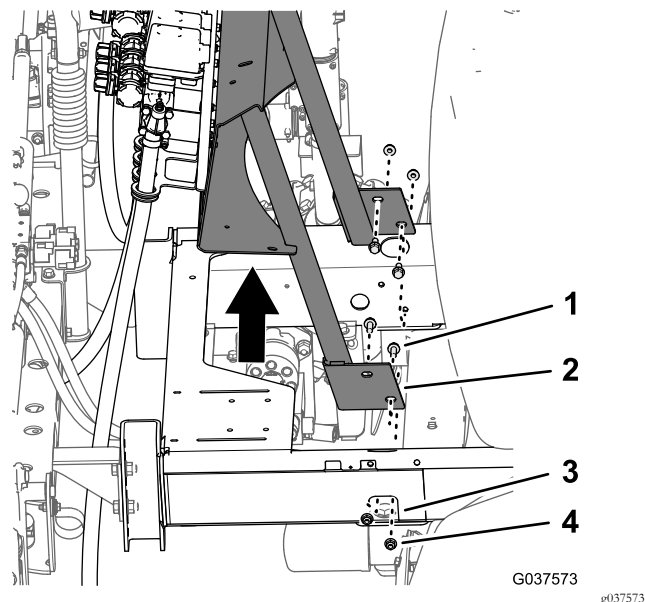

Figura 45
2. Suportando a montagem da válvula, retire os quatro parafusos de cabeça flangeada (3/8 x 1 pol.) e as quatro porcas de bloqueio flangeadas (3/8 pol.) que prendem a montagem da válvula à estrutura da máquina (Figura 45).
3. Retire o suporte da válvula, válvulas e tubos de secção da rampa da máquina (Figura 45).